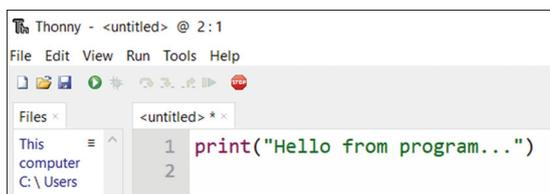

Рис.2.6: Напишите программу в верхней части экрана.
- Введите операторы программы в верхней части экрана, как показано на рис. 2.6.